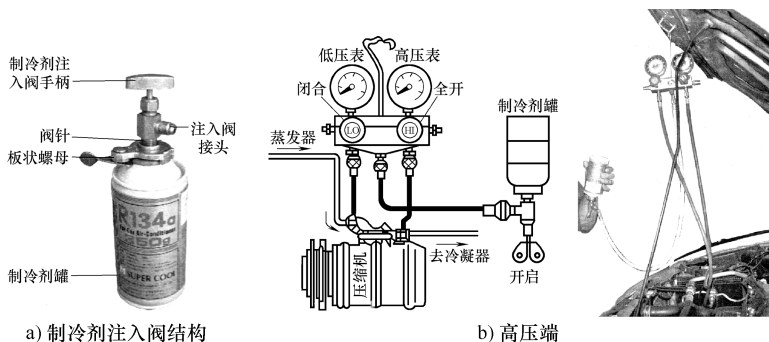

图 4-187 高压端注入制冷剂
- 2) 将中间软管的上端与制冷剂罐注入阀的接头连接起来, 如图 4-187 所示。打开制冷剂罐开启阀, 再拧开歧管压力表中间软管上端的螺母, 让气体溢出几秒钟, 把空气赶走, 然后再拧紧螺母。